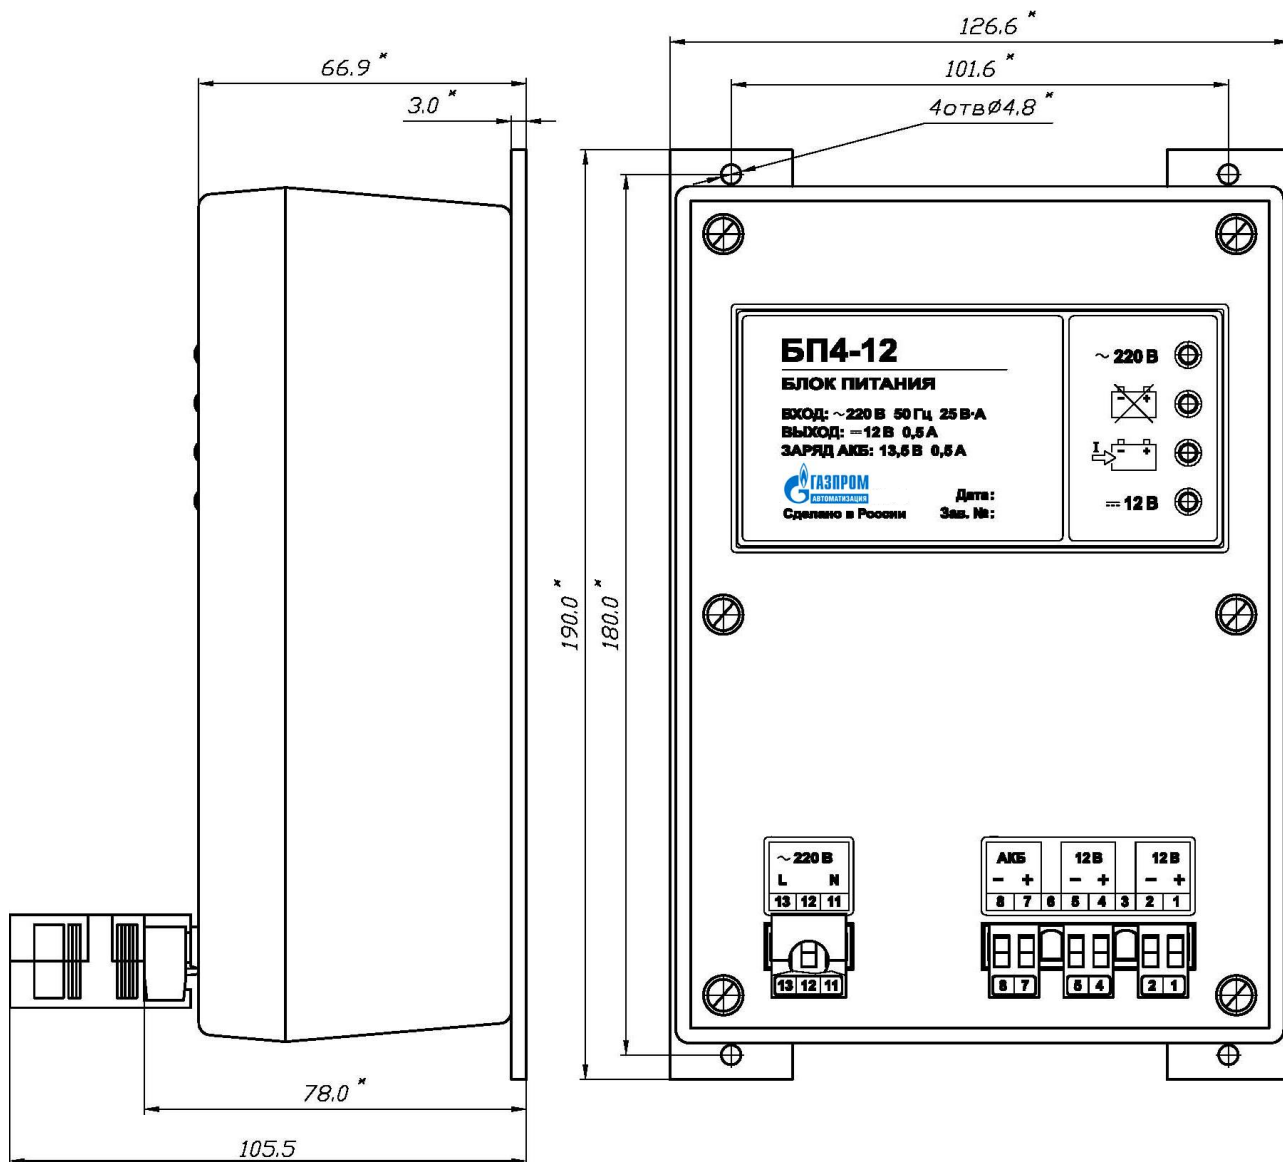

Рис. 9
1.8.5 Блок питания БП4-12 рис.9 с аккумулятором предназначен для питания комплекса. Выполнен в пластмассовом корпусе и имеет степень защиты не ниже IP20, предназначен для установки в шкафах или закрытых помещениях. Способ подключения и работы изложен в паспорте на него.